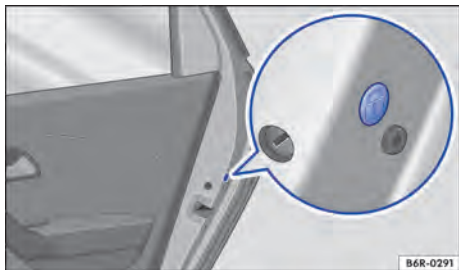

Fig. 47 En la puerta trasera: cierre de emergencia, cubierto por una junta de goma.
- Retirar el burlete de goma en la lateral de la puerta. El burlete está identificado por un candado ⓘ → fig. 47.